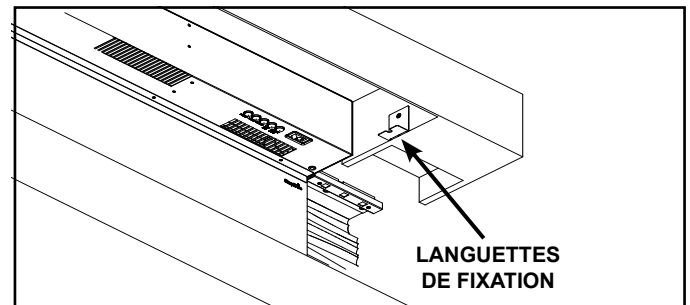

Figure 8
- Avant d'installer la partie supérieure du manteau, pliez légèrement les languettes de fixation dans une position plus ouverte pour permettre un dégagement lors de l'installation du manteau. Voir Figure 8.